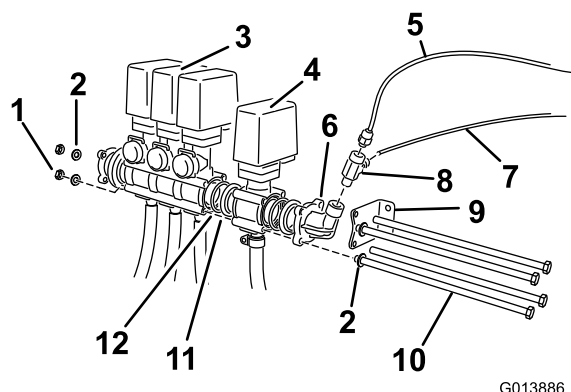

Figura 5
4. Localize o conjunto da válvula da bobina de tubagem e instale em linha com as válvulas existentes (Figura 5).